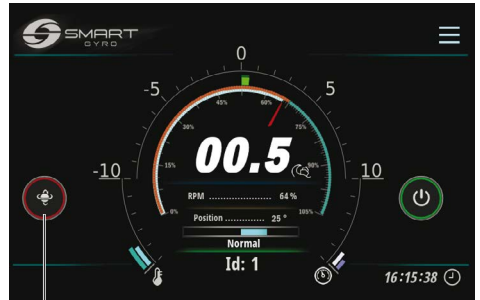

Figura 8
8. Para detener la precesión, presione el icono de cambio de precesión. El círculo alrededor del icono se vuelve rojo, lo que indica que la precesión está bloqueada y la esfera no puede girar (Figura 8, (1)).